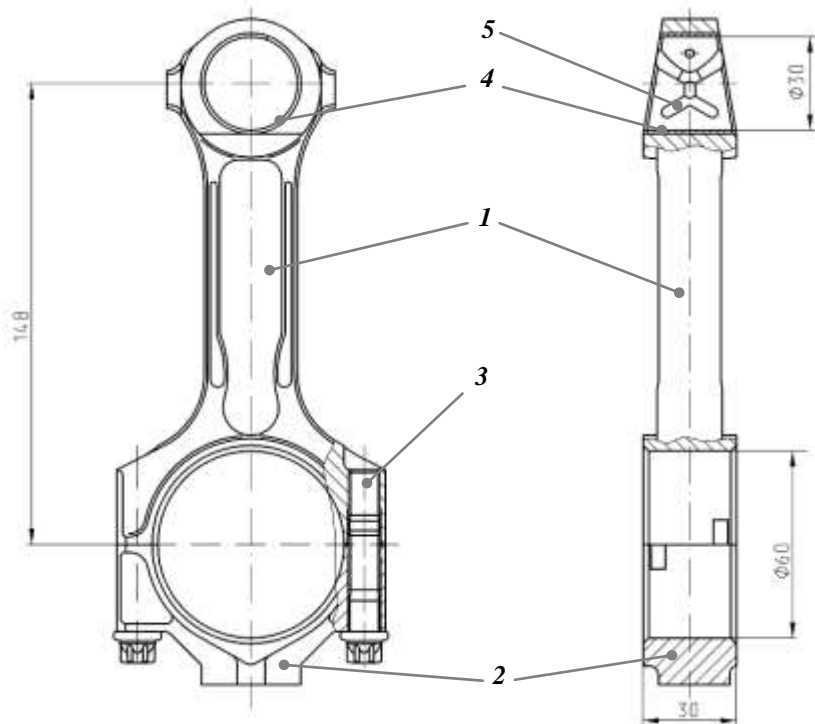

Рис. 16. Шатун:
**Шатун** (рис. 16) – для повышения прочности кованный из легированной хромом и никелем стали 40XH. Крышка шатуна 2 из той же стали, обрабатывается в сборе с шатуном 1 и является индивидуальной (не взаимозаменяемой) для каждого шатуна. Крышка к шатуну крепится болтами 3 изготовленными из стали 38ХГНМ, имеющими центрирующие пояски для обеспечения постоянства формы опоры шатунного подшипника при разборке-сборке двигателя и для обеспечения его надежной работы. В поршневую головку шатуна запрессована сталебронзовая втулка 4, имеющая канавки 5 для подвода смазки к сопряжению палец-втулка.